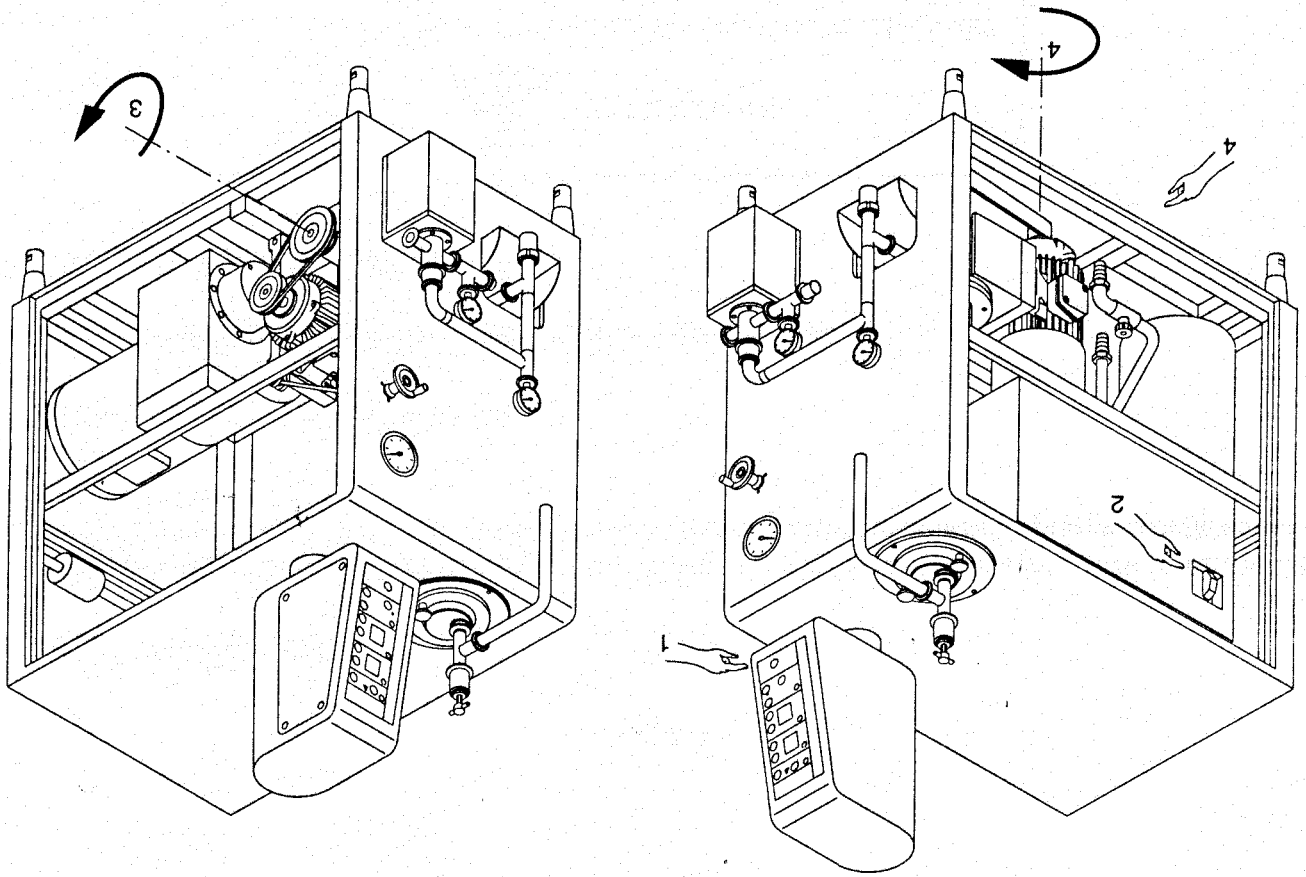

Fig.4.7
a. Verificare che il pulsante di arresto di emergenza sia sbloccato (*Part.1, Fig.4.7*).
b. Ruotare l'interruttore generale posto sul pannello laterale della macchina (*Part.2, Fig.4.7*).
Premere il pulsante P1 per avviare la pompa e verificare che il verso di rotazione dell'albero a gomiti sia nel senso della freccia (*Part.3, Fig.4.7*). Premere il pulsante P2 per fermare la pompa.
Premere il pulsante P3 per avviare l'albero sbattitore e verificare che il verso di rotazione dell'albero sia nel senso della freccia (*Part.4, Fig.4.7*). Premere il pulsante P4 per fermare l'albero sbattitore.